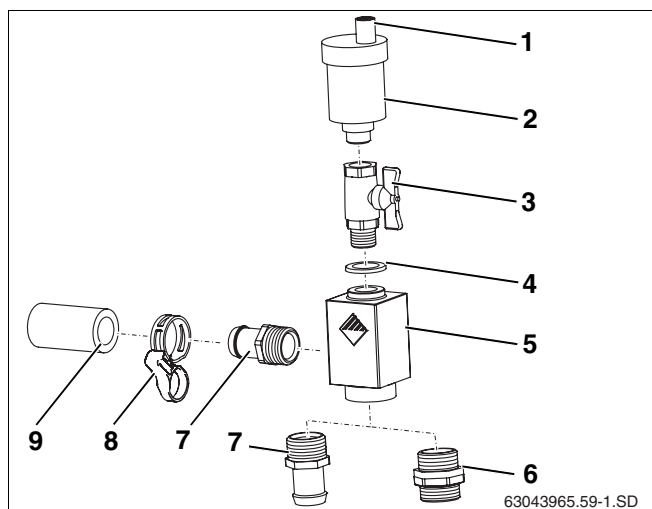

Fig. 37 Volume di fornitura del kit universale per disaeratori
Aperto la vite di chiusura (fig. 37, **pos. 1**) viene disaerato l'impianto solare. Affinché non possa penetrare umidità nell'impianto solare attraverso la vite di chiusura aperta, durante il funzionamento il cappuccio di protezione (fig. 37, **pos. 1**) deve essere sempre posto sopra la vite di chiusura.